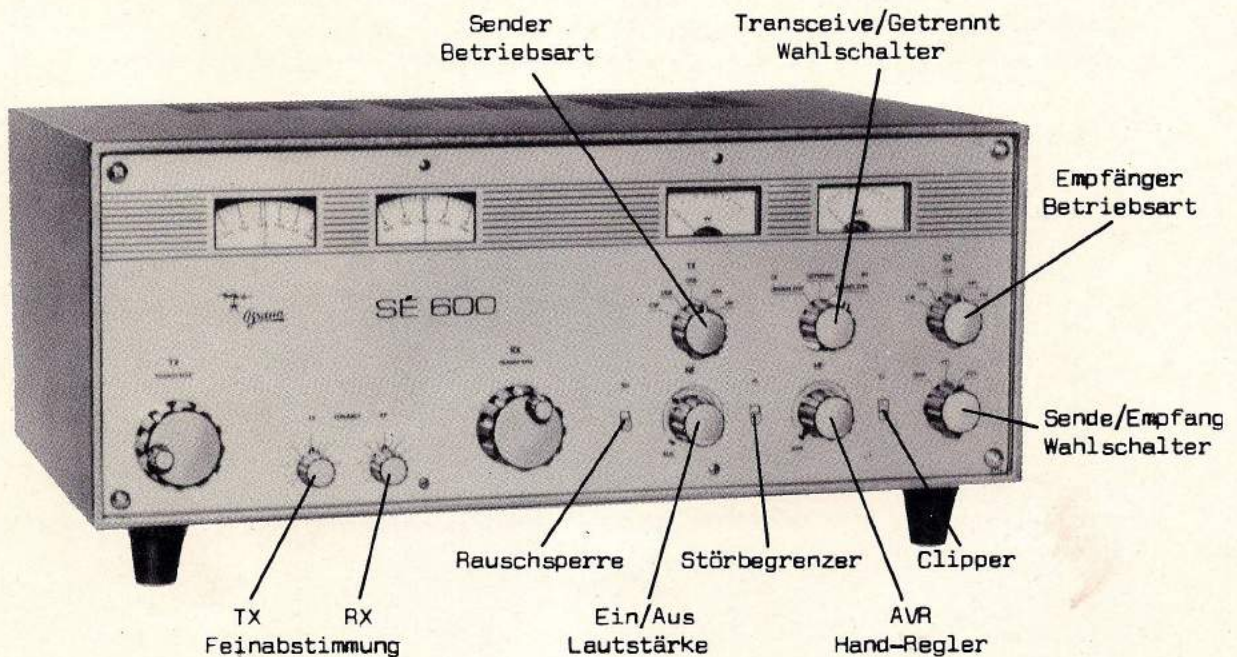
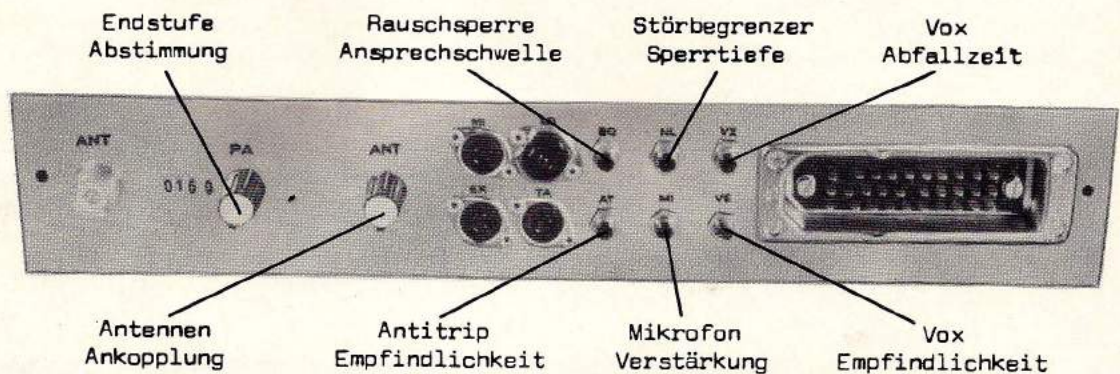

Bild 3
Bild 5
Das Gerät wird sowohl bei Netz- als auch bei Batterie-Betrieb mit dem Drehschalter "Ein/Aus" (Bild 3) aus- und eingeschaltet.
Der Regler "Lautstärke" (Bild 3) dient zur Empfänger-Lautstärkeregelung.
Der HF-Regler ist mit dem Umschalter für Handregelung und Automatische-Verstärkungs-Regelung "AVR/Handregler" (Bild 3) kombiniert.
Die Umschaltung von Empfang auf Senden kann mit dem "Sende/Empfang Wahlschalter" (Bild 3) auf drei Arten erfolgen:
Die Abstimmung des Gerätes kann wahlweise mit den Kurbelknöpfen "TX-Transceiver" oder "RX-Transceiver" in Verbindung mit den zugehörigen Feinabstimmungen erfolgen (Bild 3).
Mit dem Gerät können Sie mittels "Transceiver/Getrennt Wahlschalter" (Bild 3) sowohl mit der TX-Skala (Schalterstellung: "TX-Transceiver"), als auch mit der RX-Skala (Schalterstellung: "RX-Transceiver" volltransceiver arbeiten; d.h., Sie senden genau auf der Frequenz, auf der Sie Ihren Partner hören, bzw. hören genau auf der Frequenz, auf der Sie senden.
Mit dem Schiebeschalter "NL" (Störbegrenzer, Bild 3) nach oben ist der Störbegrenzer eingeschaltet. Mit dem Regler "NL" bzw. "Limiter" an der Rückseite können Sie die Sperrtiefe einstellen (Störbegrenzer Sperrtiefe, Bild 5). Gleichzeitig werden dabei die hohen Frequenzen angehoben, was z. B. bei CW-Empfang ausgenutzt werden kann.
Mit dem Schiebeschalter "SQ" (Rauschsperrre, Bild 3) nach oben ist die Rauschsperrre (Squelch) eingeschaltet; d. h., solange kein Träger auf der mit der Abstimmung eingestellten Frequenz ist, ist das Empfänger-NF-Teil gesperrt.
Die Ansprechschwelle wird mit dem Regler "SQ" (Rauschsperrre Ansprechschwelle, Bild 5) an der Rückseite eingestellt. Es ist eine Schwelle ab 10 dB möglich, aber nicht zu empfehlen, da jeder Störimpuls die Sperrre öffnen würde. Empfohlen wird ab etwa 30 - 40 dB.
Der in diesem Gerät eingebaute Clipper bewirkt außer seiner üblichen Funktion gleichzeitig eine Anhebung der Sprachfrequenzen von 6 dB pro Oktave. Deshalb sollte die normale Betriebseinstellung "Clipper eingeschaltet" sein: Schiebeschalter "CL" (Clipper, Bild 3) nach oben. Der mittlere Modulationsgrad wird beträchtlich angehoben, es werden nur die höchsten Sprachspitzen beschnitten. Übermodulation bei AM, Hubüberschreitung bei FM und Splatter bei SSB entfallen.
Schalten Sie den Sender-Betriebsartenschalter in Stellung "OSB", den mit "CL" (Clipper) bezeichneten Schiebeschalter nach oben. Den an der Rückseite des Gerätes mit "MI" bzw. "Mike Gain" bezeichneten Regler (Mikrofon-Verstärkung, Bild 5) drehen Sie auf Rechtsanschlag.
Schalten Sie den Sende - Empfangs - Wahlschalter in Stellung "VOX", den Empfänger-Lautstärkereglern drehen Sie ganz zurück. Die folgenden Regler an der Rückseite (Bild 5) werden auf Linksanschlag gedreht:
2. Mikrofonregler (R184, Bild 5) völlig zurückdrehen.
Mit dem Keramik-Trimpotentiometer R63 (Bild 9) kann die Trägerunterdrückung nachgestellt werden. Das Nachstellen muß mit völlig zurückgedrehtem Mikrofon-Regler (R184, Bild 5) erfolgen.